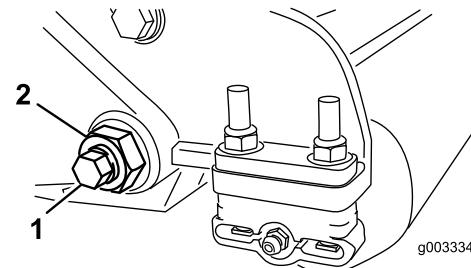

Figure 35
3. De chaque côté de la machine, desserrez le contre-écrou de fixation du boulon de la barre d'appui (Figure 35).
4. Retirez chaque boulon de la barre d'appui afin de pouvoir abaisser la barre et la déposer de l'unité de coupe (Figure 35).